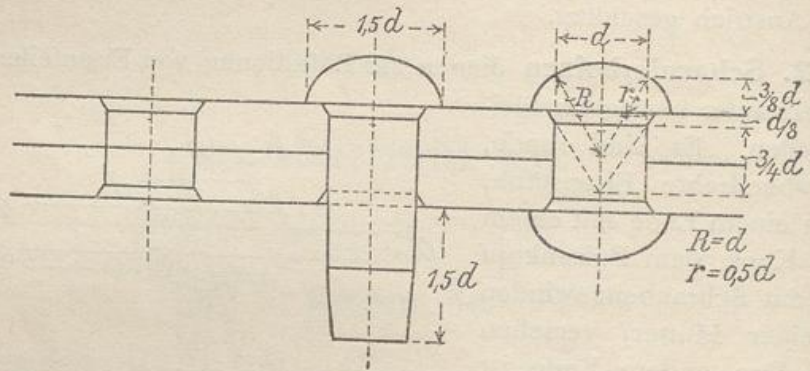

Abb. 131.
4. **Niete** (Abb. 131) sind glatte Bolzen aus Rundeisen mit einem bereits vorgebildeten Kopf, dem Setzkopf. Das andere Ende erhält erst nach dem Durchstecken des Nietbolzens durch das Nietloch den
zweiten Kopf, den Schließkopf. Die Herstellung des Schließkopfes geschieht bei der gewöhnlichen (warmen) Nietung in der Weise, daß gegen den Setzkopf der Nietstempel gesetzt, dann mit dem Hammer das Ende des rotglühenden Nietes gestaucht und mit dem Schellhammer durch Schlagen mit Aufschlaghämmern die richtige Form des Schließkopfes geschlagen wird. In Abb. 131 ist außerdem ein Niet mit versenkten Köpfen dargestellt.